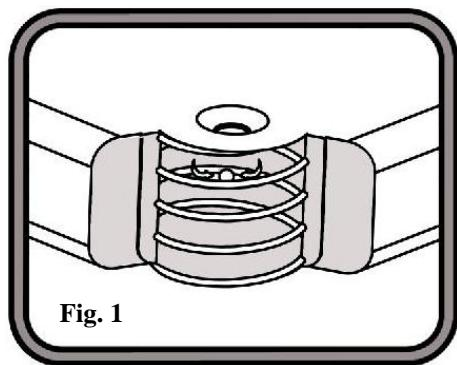
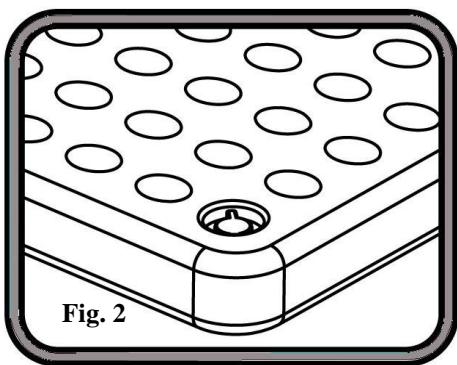

Fig. 1
Fig. 2
2. Lokalisieren Sie die interne Fußpumpe (**siehe Aufbau der Pumpe in Abb. 1**). **Die befolkete PVC-Seite sollte beim Aufblasen nach oben gedreht werden.** Siehe **Abbildung 2**.